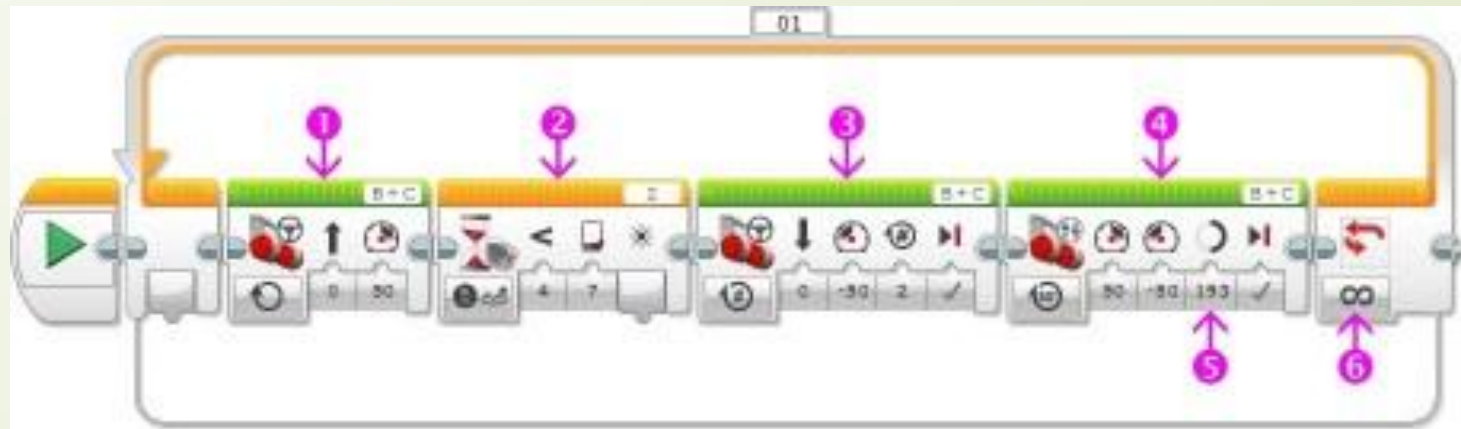

Рис. 16
- Начать прямолинейное движение вперед (**Рис. 16 поз. 1**);
- Ожидать пересечения черной линии датчиком цвета (**Рис. 16 поз. 2**);
- Двигаться назад на 2 оборота (**Рис. 16 поз. 3**);
- Повернуть направо на 90 градусов (**Рис. 16 поз. 4**); значение угла поворота рассчитано для робота, собранного по инструкции small-robot-45544 (**Рис. 16 поз. 5**);
- Повторять команды 1 - 4 в бесконечном цикле (**Рис. 16 поз. 6**).